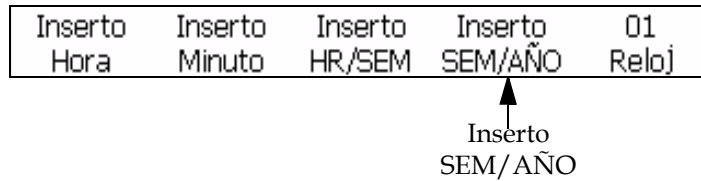

Figura 5-36: Marco <01 Reloj>
- 1 Comience en el marco <01 Reloj> (01 Edición > 02 Edición - Insertos > 01 Inserto - Reloj > 01 Reloj). Consulte la Figura 5-36.